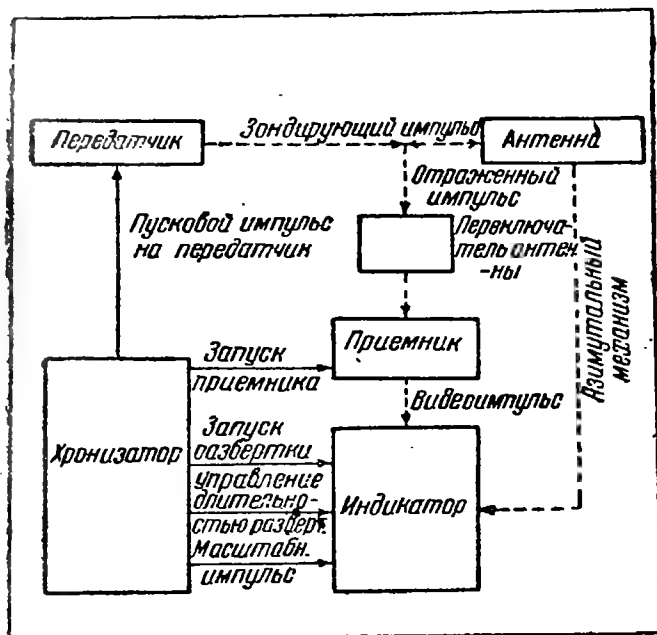
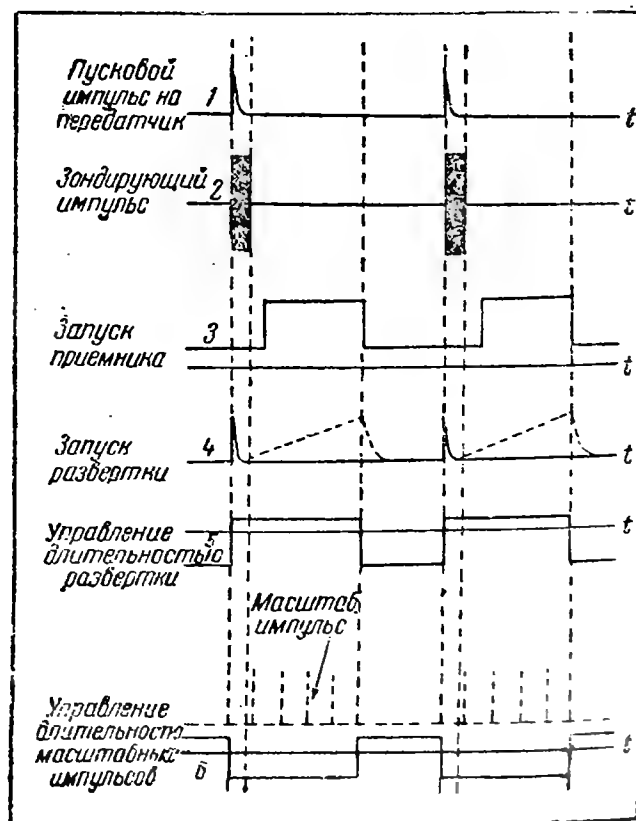

Рис. 2
Рис. 3
Принципиальная схема станции с автономным хронизатором показана на рис. 2. Временная диаграмма работы отдельных узлов такой станции приведена на рис. 3. По этой диаграмме можно проследить последовательность работы отдельных узлов станции. Пусковой импульс (1) заставляет
Для устранения подобной опасности от хронизатора подается положительный по напряжению прямоугольный импульс (рис. 3, 3). Он поступает на экранирующую сетку и анод одной или нескольких ламп каскада усиления промежуточной частоты. Прямоугольный импульс, как видно из диаграммы, подается тотчас же по окончании зондирующего импульса, а заканчивается в конце паузы между послышкой импульсов.
Подача импульса, регулирующего поступление пидообразного напряжения развертки на электронно-лучевую трубку (рис. 3, 4), также осуществляется хронизатором. Начало его рассчитано так, что линия развертки на экране появляется с началом зондирующего импульса. Благодаря этому в начале линии развертки обычно виден зондирующий импульс. Левый край его является нулем шкалы расстояний.
ции, на электронно-лучевую трубку от хронизатора подается прямоугольный импульс (рис. 3, 5), определяющий длительность развертки. Она видна только в течение строго установленного отрезка времени и, следовательно, отраженные импульсы от очень далеких целей на экране индикатора видны не будут.
Для облегчения отсчета расстояния до цели подаются специальные сигналы от хронизатора (рис. 3, 6), называемые «масштабными импульсами». Это — прямоугольные импульсы отрицательного напряжения. Они поступают через такие промежутки времени, что расстояние на экране трубки между каждым масштабным импульсом соответствует определенному расстоянию между обнаруженной целью и станцией.
Принципиальная схема супера изображена на рис. 2. Супер имеет следующие диапазоны: коротковолновый от 16 до 50 м, средневолновый от 200 до 550 м и длинноволновый — от 750 до 2 000 м.